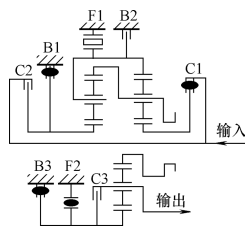

图 3-70 D2 档动力传递路线
(1) **主行星轮机构** 2 档动力传递路线如图 3-70 所示。在 1 档时，前排行星架后排齿圈是